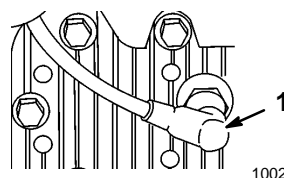

Figure 8
1. Débrancher la bougie (Fig. 8).
5. Reconnecter la bougie (Fig. 8).